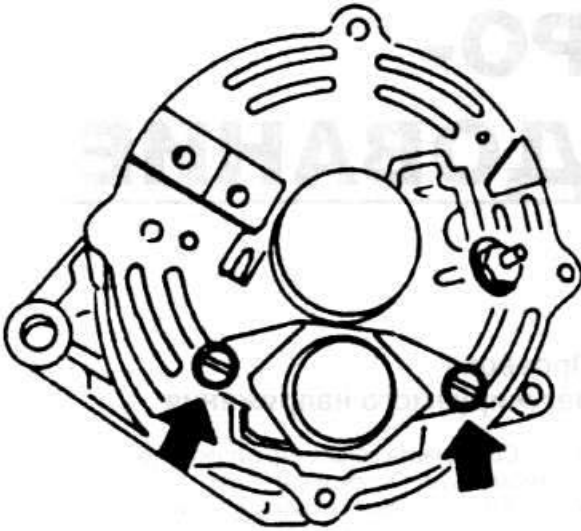

Рис. 7.2
- ♦ Снимите регулятор, помещенный в задней части генератора (рис. 7.2).